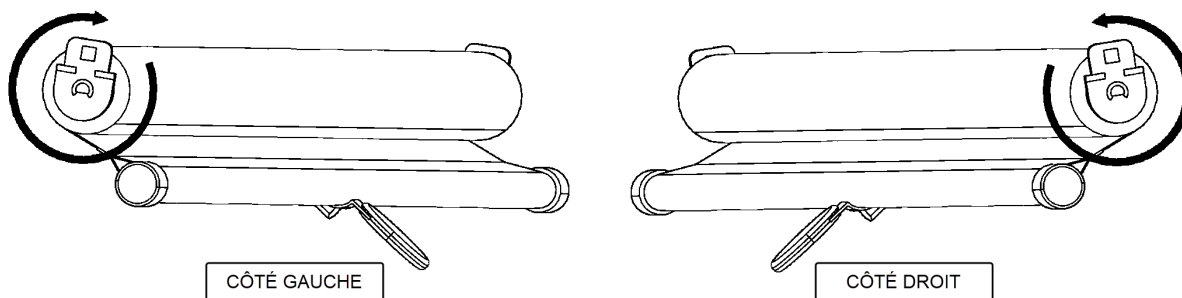

Figure 3
- Ajuster la tension des ressorts en tournant les supports de la toile au nombre de tours affiché dans le tableau suivant et en vous référant à la Figure 3 pour le sens de rotation.